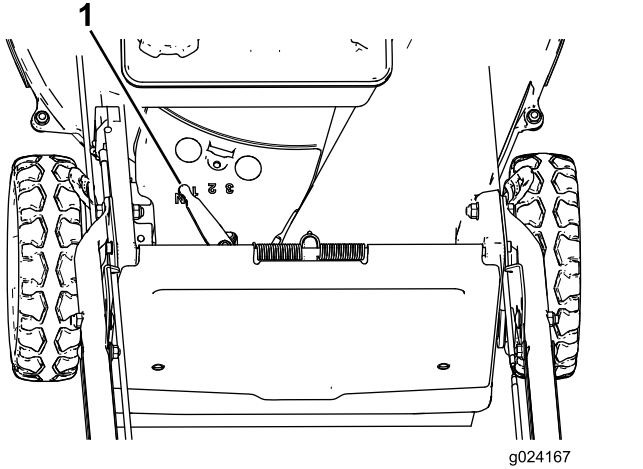

Figura 17
Această maină are 3 viteze de deplasare: 1 (lentă), 2 (medie) i 3 (rapidă); are, de asemenea, poziia neutră (N). Maneta pentru propulsia automată este amplasată sub rezervorul de combustibil, în partea din spate (Figura 17).